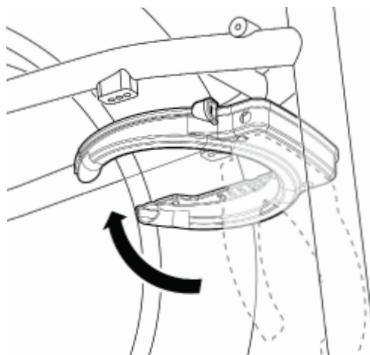
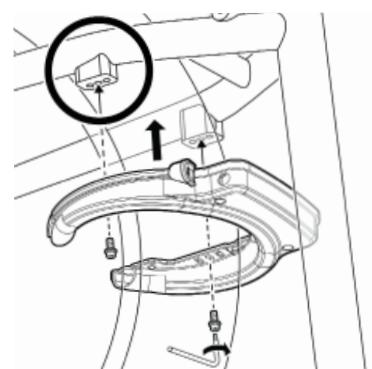
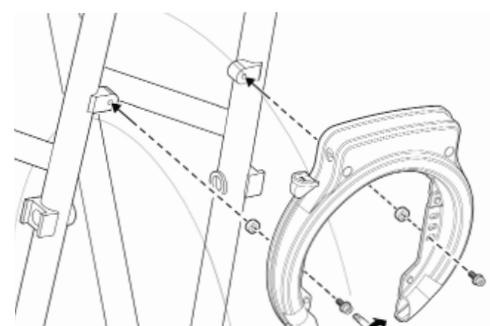

Abbildung 5: Montage
Abbildung 6: Montieren der Schrauben
Abbildung 7: Montage des Schlosses;
4. **Positionieren Sie das Schloss.** Platzieren Sie das Schloss entsprechend Ihrem Fahrradmodell am Fahrradrahmen (Abbildung 5 und Abbildung 7). Achten Sie darauf, dass die Sperrhalter flach an den Rahmenhalterungen anliegen. Besitzer von RadRunner 2, siehe Hinweis auf Seite 7.
- a. **Nur für Rahmenmontageposition Nr. 2:** Sie MÜSSEN an jeder Schraube zwischen dem Schloss und der Rahmenhalterung ein 5-mm-Distanzstück anbringen (Abbildung 7).
- b. Wenn Ihr Fahrradrahmen drei Gewindelöcher auf der **Rahmenhalterung** hat, verwenden Sie das mittlere Gewindeloch auf der **Rahmenhalterung** (siehe Kreis auf Abbildung 6).
- c. Achten Sie darauf, die Schraube in den entsprechenden **Sperrhalter** für Ihr Fahrrad einzusetzen und schrauben Sie sie mit einigen Umdrehungen in die Rahmenhalterung (Abbildung 6 und Abbildung 7). Ziehen Sie die erste Schraube noch nicht ganz fest, sonst lässt sich die zweite Schraube nur sehr schwer montieren. Wiederholen Sie die Schritte für die zweite Schraube.